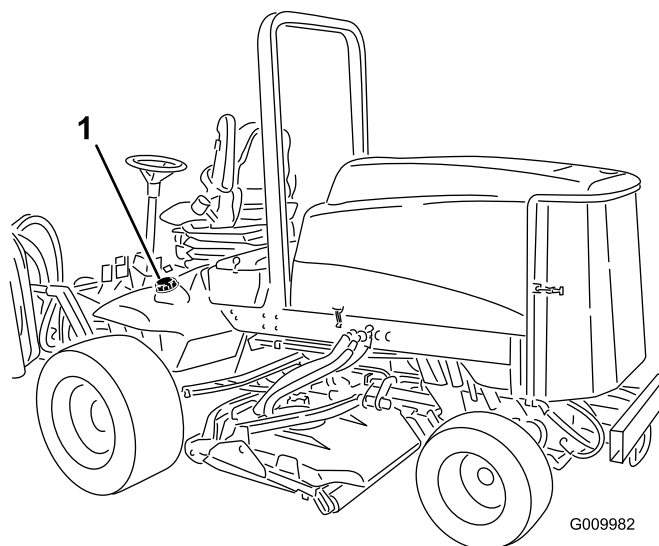

Figura 17
1. Retire a tampa do depósito de combustível (Figura 17).